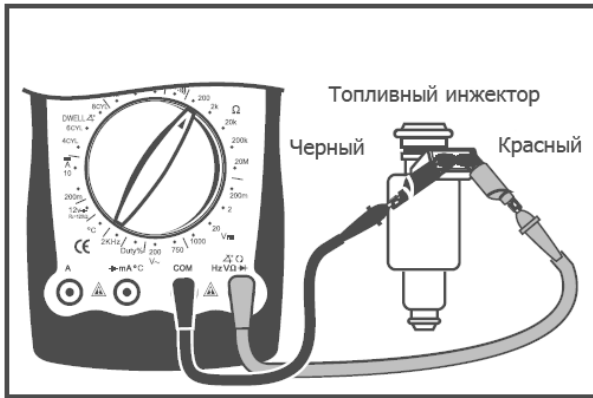

Рис. 15
- (2) Тестирование сопротивления топливного инжектора (См. рис. 15)